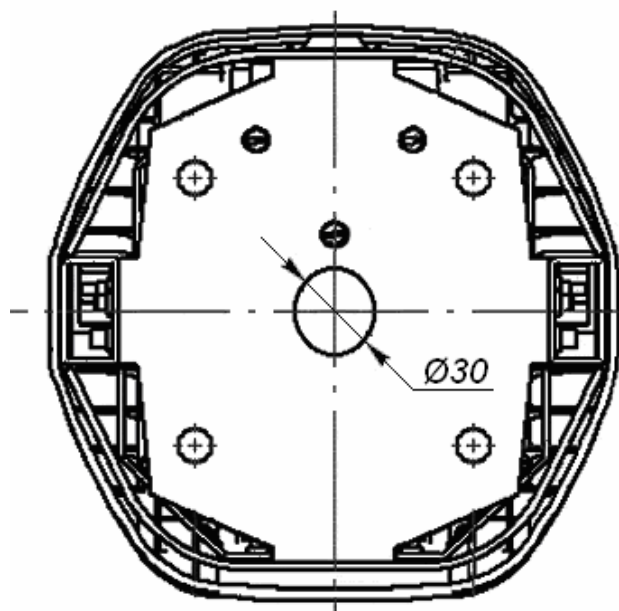

Рисунок 6 Вид снизу на основание (2) картоприемника:
7. Через центральное отверстие диаметром 30 мм в основании картоприемника (см. рисунок 6) протяните кабели внутрь картоприемника по направлению к стенке (5) и далее вверх по ней к плате управления картоприемником. Используйте кабели, указанные в таблице 3. Длина концов кабелей, остающихся в картоприемнике после их протяжки, должна быть достаточной для их последующего подключения. Рекомендуется закрепить все кабели на внутренних сторонах основания (2) и стенки (5) с помощью стяжек неоткрывающихся и площадок самоклеющихся².